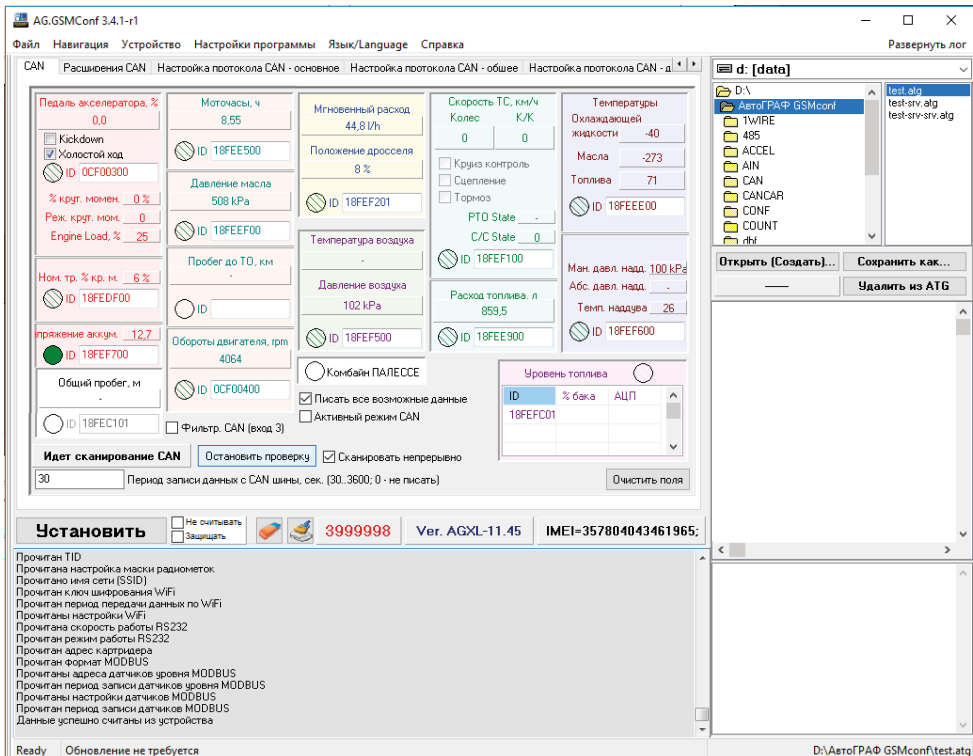

Рис.9. Сканирование CAN шины транспортного средства.
9. Убедиться, что контроллер «АвтоГРАФ» получил необходимые данные – на вкладке «CAN» программы AG.GSMConf индикаторы полученных записей CAN должны загореться зеленым цветом, расшифрованные данные – появиться в соответствующих полях (Рис.9).